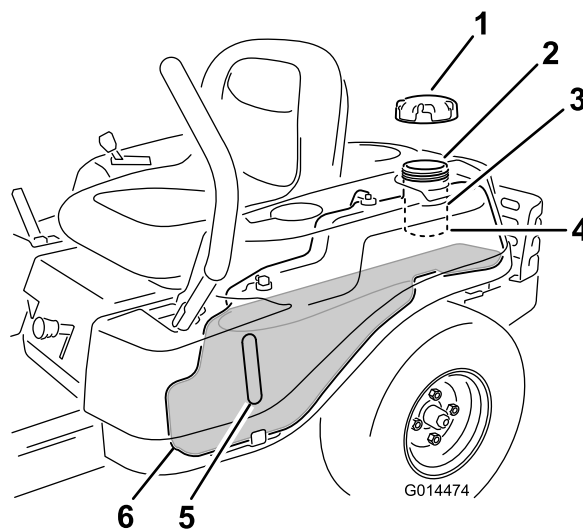

Figure 9
Remarque: Vous pouvez utiliser le regard sur le réservoir de carburant pour vérifier la présence d'essence avant de faire le plein (Figure 9).
2. Versez **lentement** de l'essence sans plomb ordinaire jusqu'à ce que le niveau atteigne la base du goulot de remplissage (Figure 9).